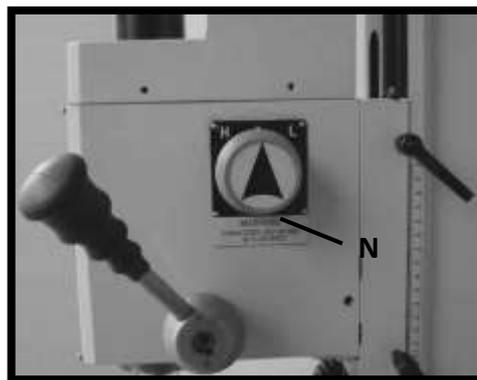

Рис. 10
**Переключатель скорости вращения шпинделя: высокая/низкая (H/L)** (N, Рис. 10) расположен с правой стороны фрезерной головы. Поворачивая переключатель вправо или влево, можно выбрать скорость H/L (Высокая/Низкая).